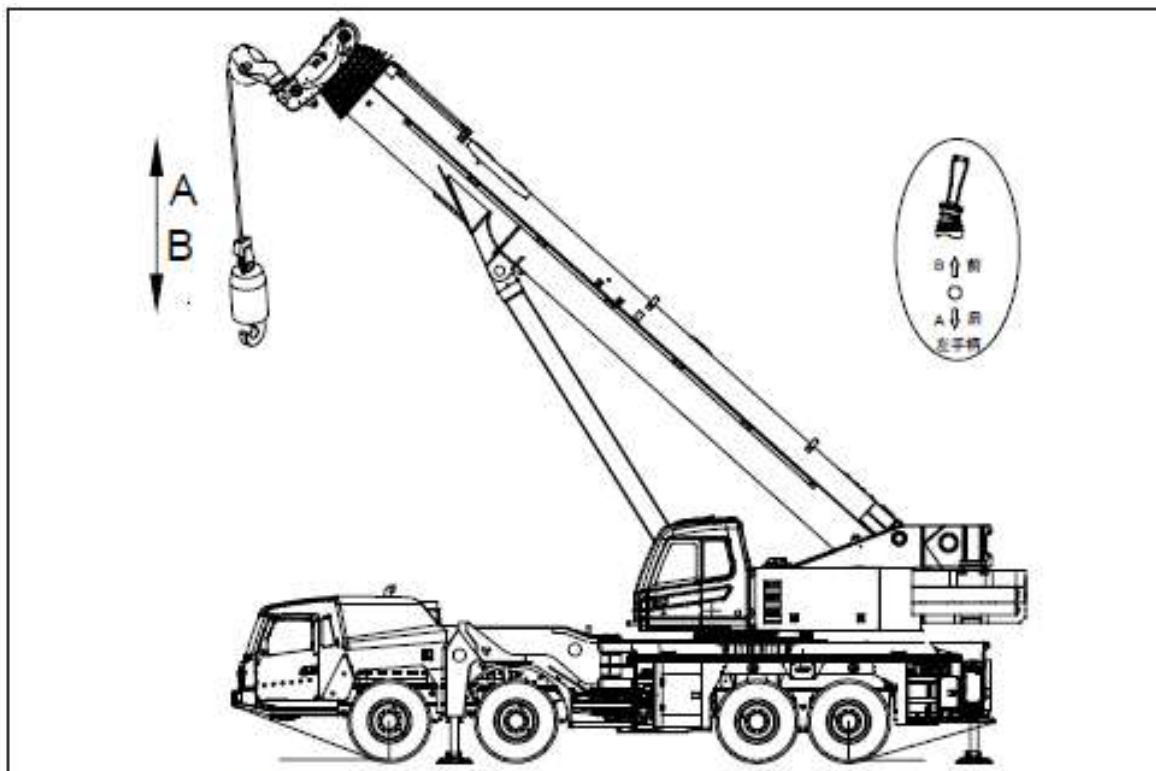

Fig.4-3.7 Operação do guincho auxiliar
3) Como mostrado na Fig.4-3.7, empurre a alavanca de controle para frente para reduzir o gancho principal e levante-o puxando a alavanca para trás. A velocidade de operação é regulada através de alavanca de comando e do acelerador.